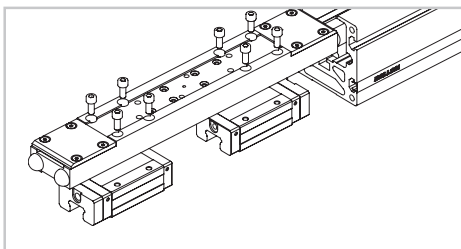

Abb. 16
18) Ziehen Sie den Laufwagen vollständig heraus, um Zugang zu beiden Linear Führungswagen zu erhalten (Abb. 16). Entfernen Sie den zu ersetzenden Linear Führungswagen.